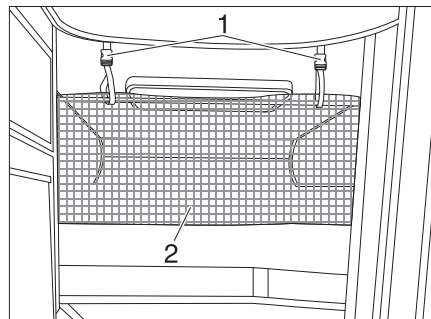

Bild 165 Sicherungsnetz
Das Sicherungsnetz (Bild 165,2) ist serienmäßig zwischen Matratze und Lattenrost verstaut. Das Sicherungsnetz erst aufspannen, wenn sich die Person bereits im Bett befindet.
- Die Haltebänder (Bild 165,1) in die Halterungen an der Decke einrasten.